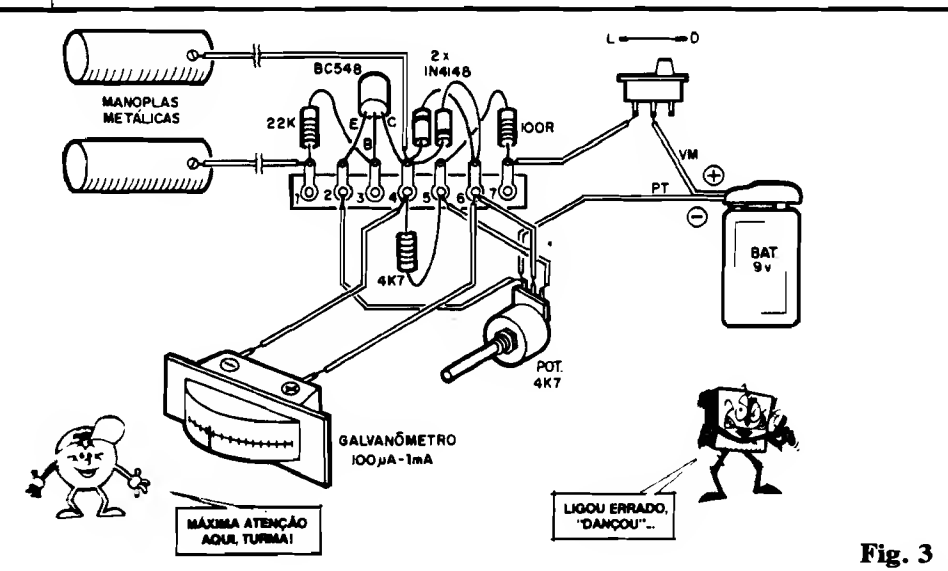

Fig. 3
- FIG. 3 - "Chapeado" da montagem. Devido à extrema simplicidade do circuito (pouquíssimos componentes) e à presença do galvanômetro, que obriga a eventual caixa a ter dimensões não muito restritas, optamos pela construção na técnica "ponte de terminais" (que o Leitor/"Aluno" assíduo já praticou intensamente, nas primeiras Montagens do nosso "Curso"...). Notem que embora tal sistema de montagem e interligação seja dos mais elementares, exige alguns cuidados básicos: